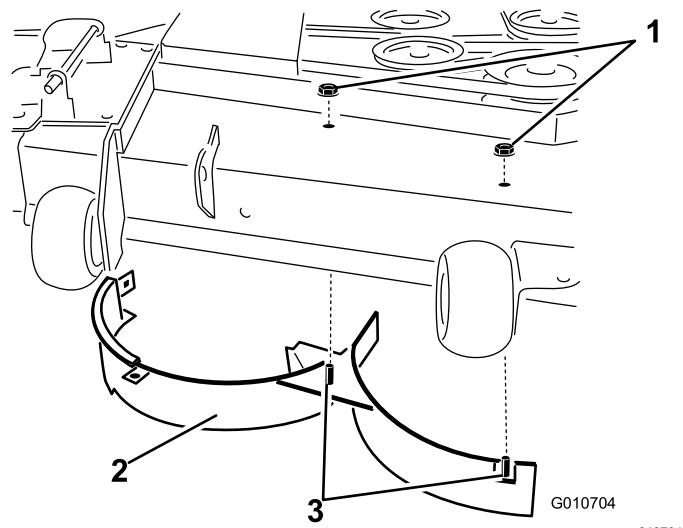

Figure 18
11. Retirez les 2 contre-écrous (5/16") qui fixent les montants soudés du déflecteur droit sur le dessus du plateau de coupe, au centre et à droite du centre (Figure 18).
12. Retirez le boulon de carrosserie et le contre-écrou qui fixent le déflecteur droit au sommet du plateau de coupe puis déposez le déflecteur (Figure 18).